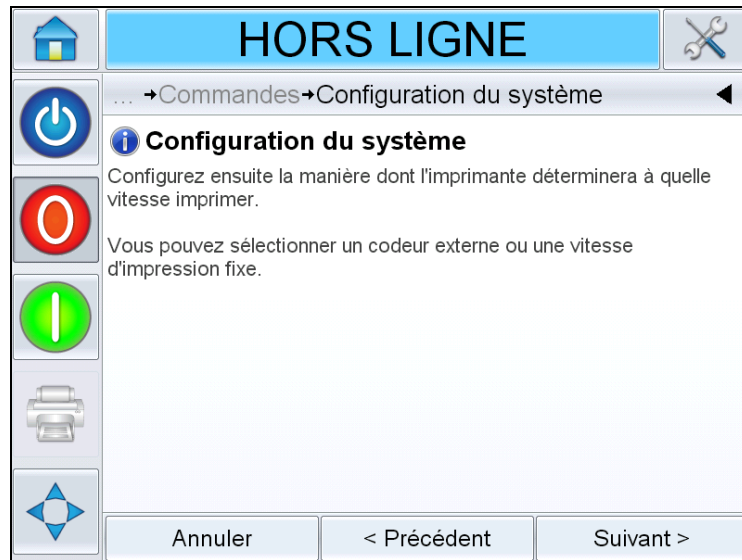

Figure 5-14: Vitesse de ligne
- 5 Indiquez comment l'imprimante doit déterminer la vitesse d'impression en suivant les instructions affichées (voir Figure 5-14).